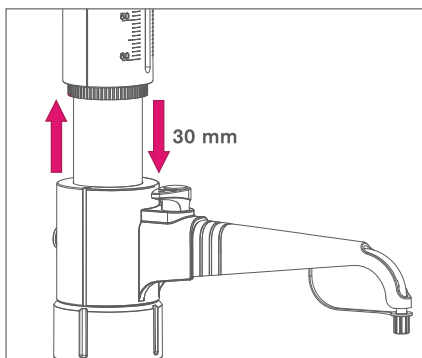

Abb.6
2. Ziehen Sie den Kolben langsam nach oben und schieben Sie ihn schnell bis zum Ende. Wiederholen Sie diesen Vorgang, bis keine Blasen mehr im Zylinder sind. (Abb. 6)
3. Ziehen Sie den Kolben langsam nach oben und schieben Sie ihn schnell bis zum Ende. Wiederholen Sie diesen Vorgang, bis keine Blasen mehr im Zylinder sind. (Abb. 6)